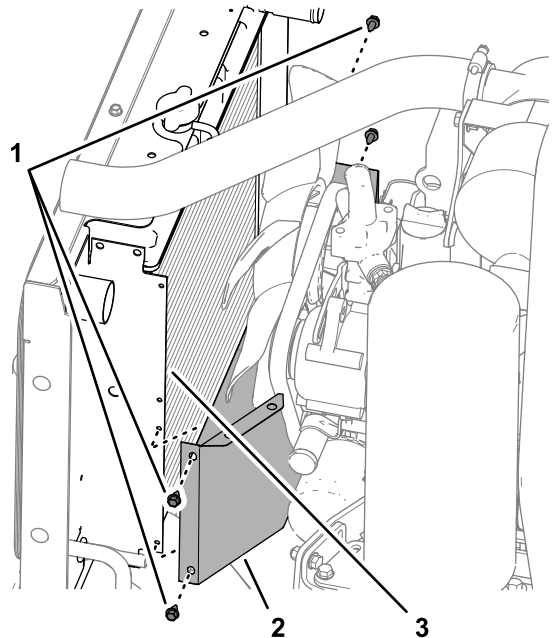

Bild 19
- Entfernen Sie die vier Bundkopfschrauben ($\frac{1}{4}$ " x $\frac{1}{2}$ "), mit denen die untere Lüfterverkleidung am Flansch des Kühlers befestigt ist, und entfernen Sie die Verkleidung von der Maschine (Bild 19).